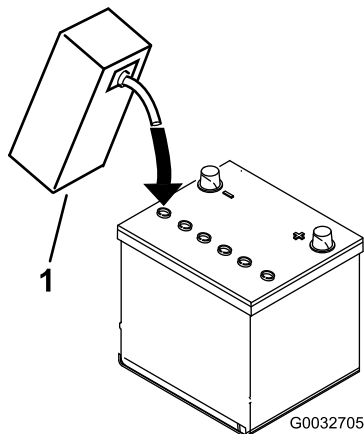

Figure 8
3. Versez de l'électrolyte avec précaution dans chaque élément jusqu'à ce que les plaques soient recouvertes d'environ 6 mm de liquide (Figure 8).
4. Attendez environ 20 à 30 minutes pour donner le temps aux plaques de s'imprégner d'électrolyte. Faites l'appoint au besoin pour faire monter le niveau de liquide à environ 6 mm en dessous du creux de remplissage (Figure 8).